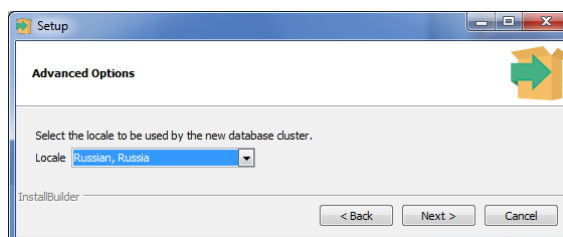

Рис. 3.8. Выбор локали
8. Выберите локаль для инициализации кластера базы данных и нажмите кнопку Next (Рис. 3.8).